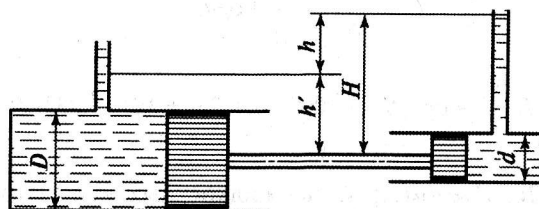

Рис. 2.25
**Задача 2.27.** Система двух поршней находится в равновесии (рис. 2.25). Определить разницу показаний пьезометров  $h$ , если  $D/d = 3$ ;  $H = 2$  м;  $\rho_1 = \rho_2 = \text{const}$ .